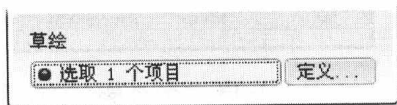

图 1-1-20 “放置”对话框
(2) 单击操控面板中的“放置”按钮, 在展开的如图 1-1-20 所示的“放置”对话框中单击“定义”按钮, 系统将弹出如图 1-1-21 所示的“草绘”对话框。也可直接右击绘图区, 在弹出的如图 1-1-22 所示的快捷菜单中选择“定义内部草绘”命令, 从而打开“草绘”对话框。